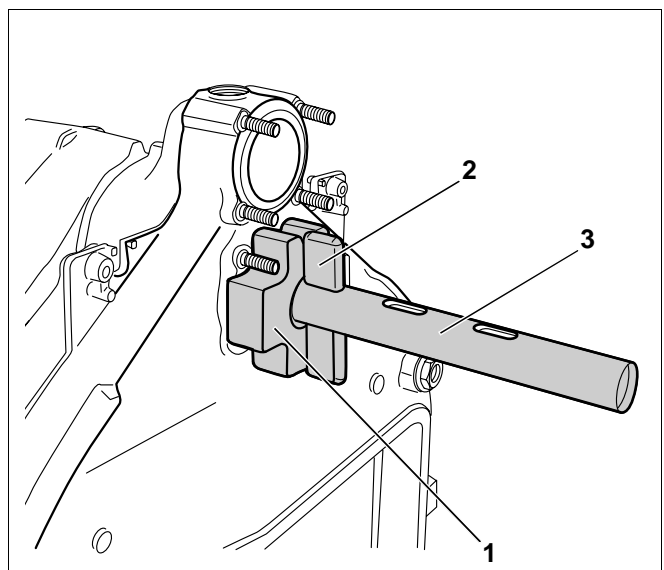

Fig. 15 Kedelsamleværktøj på bagelementet
- Skub en modflange på begge spindler (Fig. 15, **pos. 3**) på kedlens bagside (Fig. 15, **pos. 1**), og sørg for at sikre dem med en kile (Fig. 15, **pos. 2**) eller en cylinderstift (ved samleværktøj 2.2).